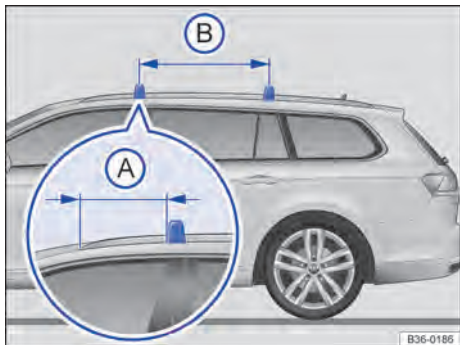

Fig. 152 Longarina do bagageiro de teto: fixação das barras de suporte.
As barras de suporte são montadas na longarina do bagageiro de teto. Assim, a distância da barra de suporte até a base do bagageiro do teto dianteiro → Fig. 152 (A) deve ser de **39 cm**. A distância entre as barras de suporte (B) deve ser de aproximadamente **75,5 cm**.
- Sempre montar as barras de suporte de maneira correta. Para isso, manter as distâncias indicadas na figura → Fig. 152.